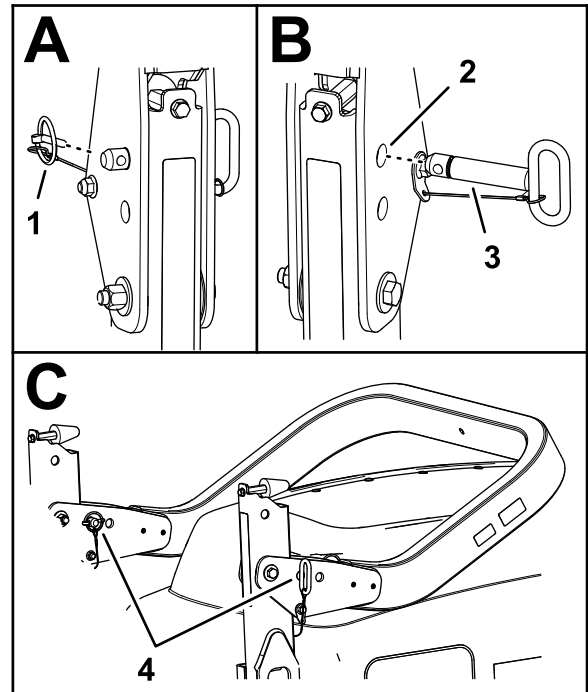

Figura 51
2. Retire los pasadores de seguridad que sujetan los pasadores de la barra antivuelco en cada lado de la barra antivuelco (Figura 51).